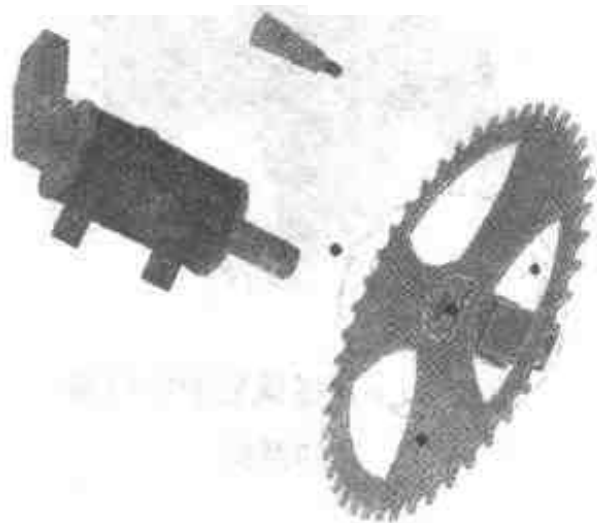

图 3.29 旋转显示视图
- (2) 单击【动态旋转】按钮, 将视图变成如图 3.29 所示的样子。